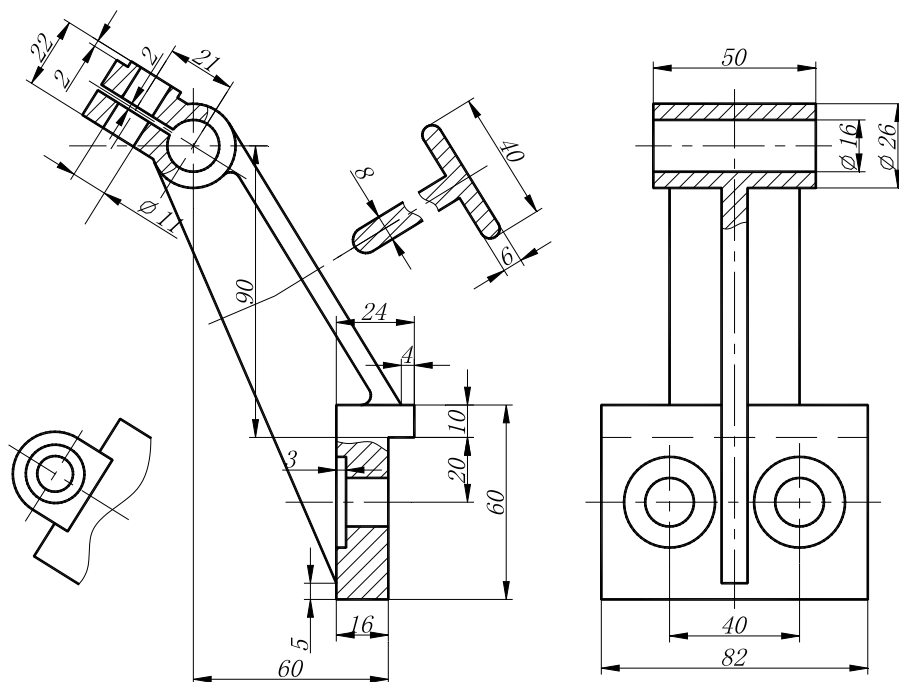

图 7-27 标注线性尺寸
(3) 按上述线性标注方法，依次标注出视图中的其他线性尺寸，如图 7-27 所示。